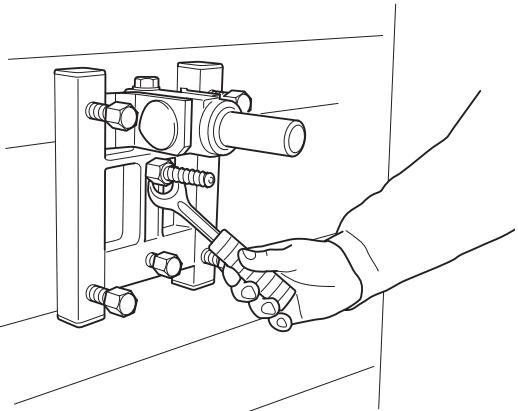

Fig. 11
1. Praticare un foro (15 mm) nella parete e inserire il bullone a espansione. Avvitare la piattaforma GB 50 AT con la chiave da 24 mm (fig. 11).
1. Ein Loch (15 mm) in die Wand bohren und die Spreizschraube einschrauben. Sohlenplatte GB 50 AT mit dem 24-mm-Schraubenschlüssel festschrauben (Abb. 11).
1. Percer un trou (15 mm) dans le mur et enfoncez le boulon d'expansion. Visser le piétement GB 50 AT à l'aide d'une clé de 24 mm (Fig. 11).
1. Boor een gat (15 mm) in de wand en sla de rekbout daar in. Schroef de bodemplaat GB 50 AT vast, gebruik een 24 mm sleutel (Fig. 11).